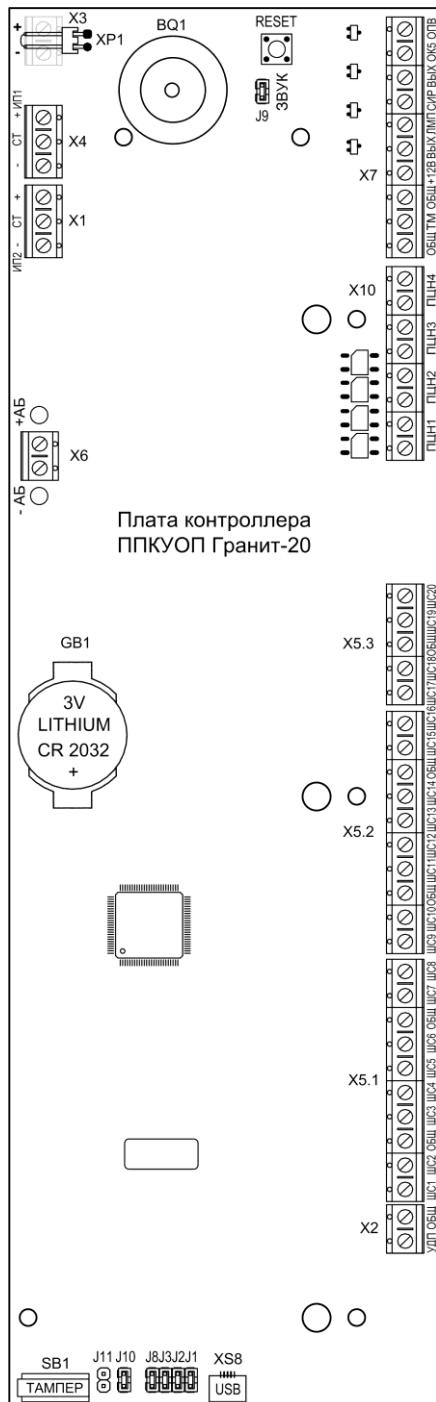
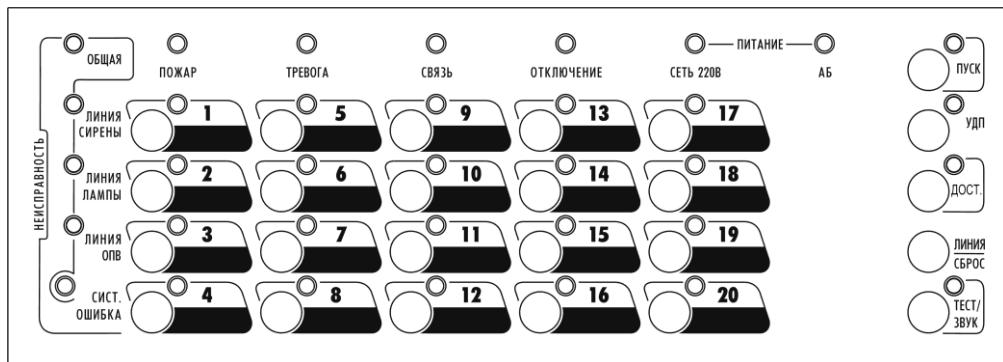

Рис.1 Плата контроллера прибора
Рис.2 Панель индикации и управления ППКУОП Гранит-20
Конструктивно прибор состоит из корпуса (основания) и съёмной крышки. В корпусе расположены: плата контроллера (см. рис.1) с установленной на ней платой индикации и плата источника питания. На плате индикации установлена панель индикации и управления прибора (см. рис.2). В корпусе прибора также предусмотрен отсек для размещения аккумуляторной батареи.
На плате источника питания прибора (расположена под платой контроллера, на рис.1 не показана) расположен клеммник «220В», предназначенный для подключения прибора к сети 220 В и установлен самовосстанавливающийся предохранитель, который не требует замены после срабатывания.
(рис.1) расположены:
На плате источника питания (расположена под платой контроллера, на рис.1 не показана) расположен клеммник «220В», предназначенный для подключения прибора к сети 220 В.
3.2 На панель индикации и управления прибора (см. рис.2) выведены: